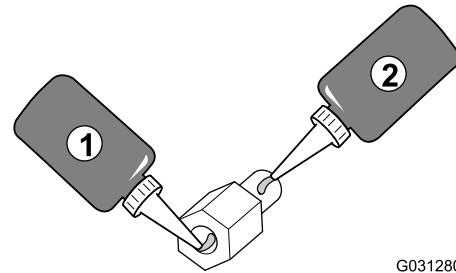

Figure 7
2. Appliquez une couche de frein-filet (capacité de capillarité moyenne à forte) sur le filetage de la partie écrou de la cheville filetée (Figure 7).
4. Appliquez une couche de frein-filet (capacité de capillarité moyenne à forte) sur le filetage de la partie goujon de la cheville filetée (Figure 7).